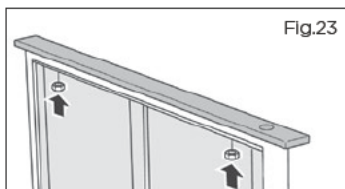

Fig.23
- Raccordez la garniture supérieure à l'unité d'aspiration descendante en vissant les écrous de $\frac{3}{32}$ po (7 mm) sur les vis de la garniture supérieure (Fig.23).